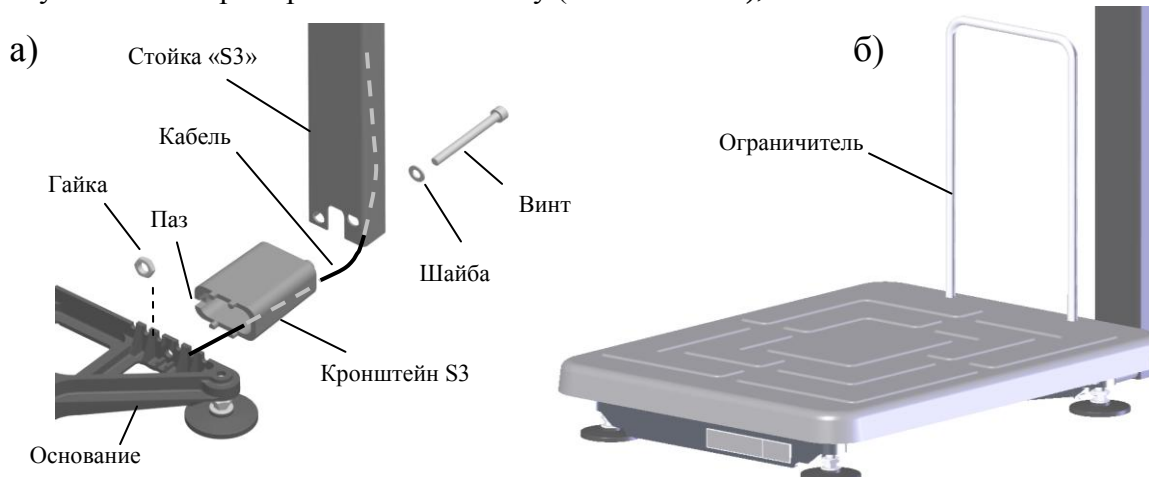

Рис. 5.2 – Крепление прямоугольной стойки к модулю ТВ-S_
- Протянуть кабель через кронштейн и стойку (см. Рис. 5.2 а);
Вложить в винт М8х130 шайбу 8. Вставить винт в отверстие стойки и пропустить его сквозь стойку, кронштейн (положение паза кронштейна см. на Рис. 5.2а) и основание модуля. Стянуть винт гайкой М8.
- Плотнo вставить в отверстия платформы ограничитель (Рис. 5.2 б).